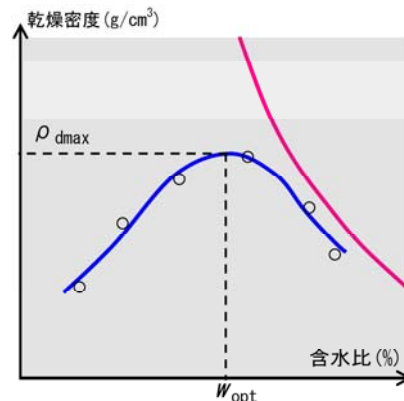

図1 締め固め曲線
含水比を変化させた土を締固めて得られた乾燥密度と含水比との関係は、図1に示す**締固め曲線**で表わせます。乾燥密度が最大となるときの含水比を**最適含水比** w_{opt} 、そのときの乾燥密度を**最大乾燥密度** ρ_{dmax} と呼びます。また、土が飽和していると仮定すると、乾燥密度と含水比との関係は**ゼロ空気間隙曲線**（後述の③式）で表わせます。最適含水比以降の締固め曲線は、ゼロ空気間隙曲線と同程度の傾きを示します。